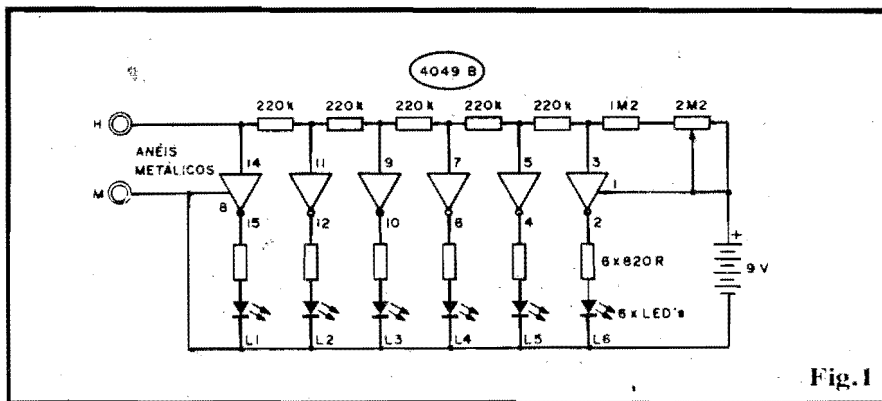

Fig. 1
- **FIG. 1 - O CIRCUITO** - Toda a medição de Resistência entre os contatos/sensores (anéis "H" e "M", para o Homem e a Mulher...) é feita por um único Integrado da "família" digital C.MOS, código 4049B... Este contém 6 gates simples inversores que, no caso, não são usados bem "digitalmente", mas como interpretadores de "degraus" de Tensão numa escala analógica, ou seja: como comparadores em "degraus"... Os tais "degraus" de Tensão são previamente determinados por uma "fila" de resistores de 220K, de modo que a entrada (pinos 14-11-9-7-5-3) de cada gate receba um determinado e fixo percentual da "voltagem" aplicada sobre toda a fila... Na extremidade positiva dessa fila de resistores de referência, um resistor fixo de 1M Ω e um potenciômetro de 2M Ω permitem ajustar dentro da faixa ampla e confortável, a sensibilidade geral do conjunto... Observem, agora, que a "Re-